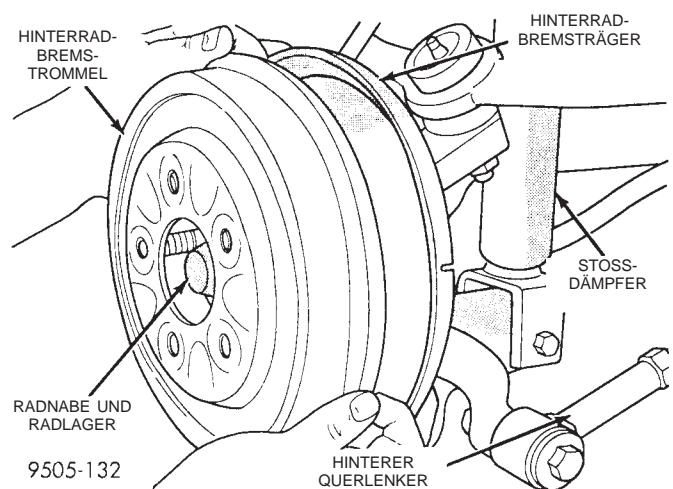

Abb. 78 Hinterrad-Bremstrommel
(1) Das Fahrzeug auf Unterstellböcken oder auf einer Hebebühne anheben; siehe "Fahrzeug anheben" im Abschnitt "Schmierung und Wartung" in diesem Handbuch.
(2) Das Hinterrad abbauen.
(3) Falls eingebaut, den Befestigungsclip der Bremstrommel von den Radbolzen abbauen und entsorgen.
(4) Die Bremstrommel (Abb. 78) von Radnabe und Radlager abnehmen.
(3) Die Bremstrommel (Abb. 78) auf Radnabe und Radlager aufsetzen.
(4) Das Hinterrad aufsetzen. Alle Radmuttern über Kreuz mit dem halben vorgeschriebenen